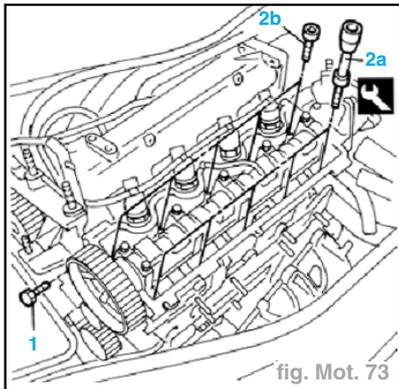

fig. Mot. 73
- Dévisser les vis (1) fixant le collecteur d'admission au support de la pompe de pression (fig. Mot. 73).